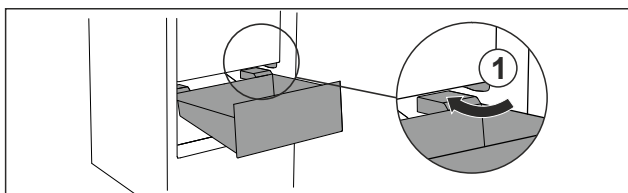

Fig. 76
- Preved'te zásuvku šikmo okolo zarážok Fig. 76 (1).